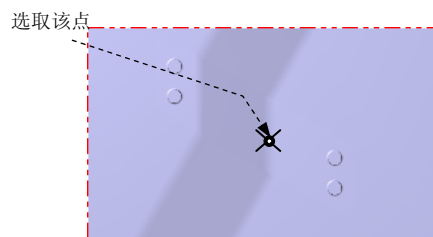
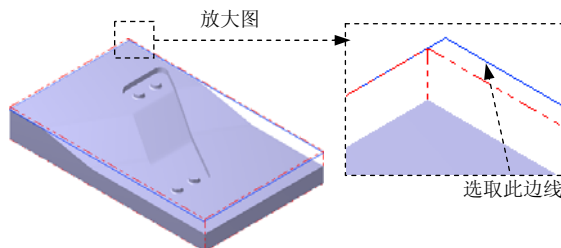
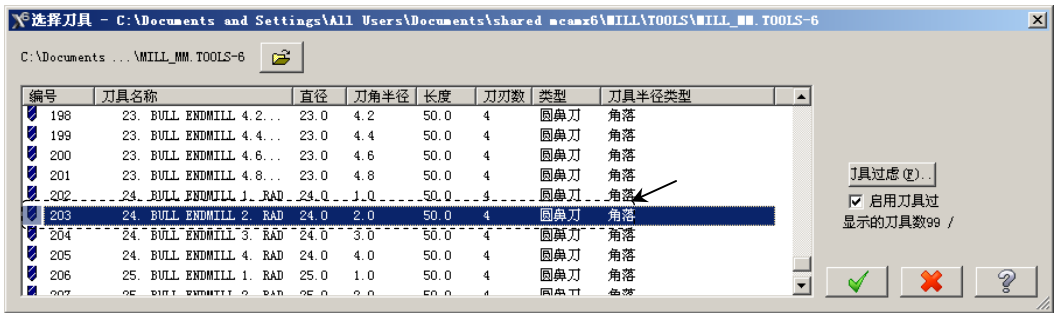

图 14.4 定义基准点
图 14.5 绘制矩形边界
图 14.7 “选择刀具”对话框
Step2. 绘制矩形边界。单击“顶视图”按钮 ，选择  C 绘图  R 矩形 命令，系统弹出“矩形”工具栏，在“矩形”工具栏中确认  按钮被按下，选取图 14.4 所示的坐标原点，然后在  后的文本框中输入 520，在  后的文本框中输入 320，按 Enter 键；单击  按钮，完成矩形边界的绘制，结果如图 14.5 所示。
(2) 设置加工边界。在 **边界范围** 区域中单击  按钮，系统弹出“串连选项”对话框。在图形区中选取图 14.5 所示的边线，单击  按钮，系统返回至“刀具路径的曲面选取”对话框。
(3) 单击  按钮，完成加工区域的设置，同时系统弹出“曲面粗加工挖槽”对话框。
Step5. 确定刀具类型。在“曲面粗加工挖槽”对话框中，单击 **刀具过滤** 按钮（注：此处软件翻译有误，“过滤”应翻译为“过滤”），系统弹出“刀具过滤列表设置”对话框。单击 **刀具类型** 区域中的 **全关 (X)** 按钮后，在刀具类型按钮群中单击 （圆鼻刀）按钮。然后单击  按钮，关闭“刀具过滤列表设置”对话框，系统返回至“曲面粗加工挖槽”对话框。
Step6. 选择刀具。在“曲面粗加工挖槽”对话框中，单击 **选择刀具...** 按钮，系统弹出“选择刀具”对话框，在该对话框的列表框中选择图 14.7 所示的刀具。单击  按钮，关闭“选择刀具”对话框，系统返回至“曲面粗加工挖槽”对话框。